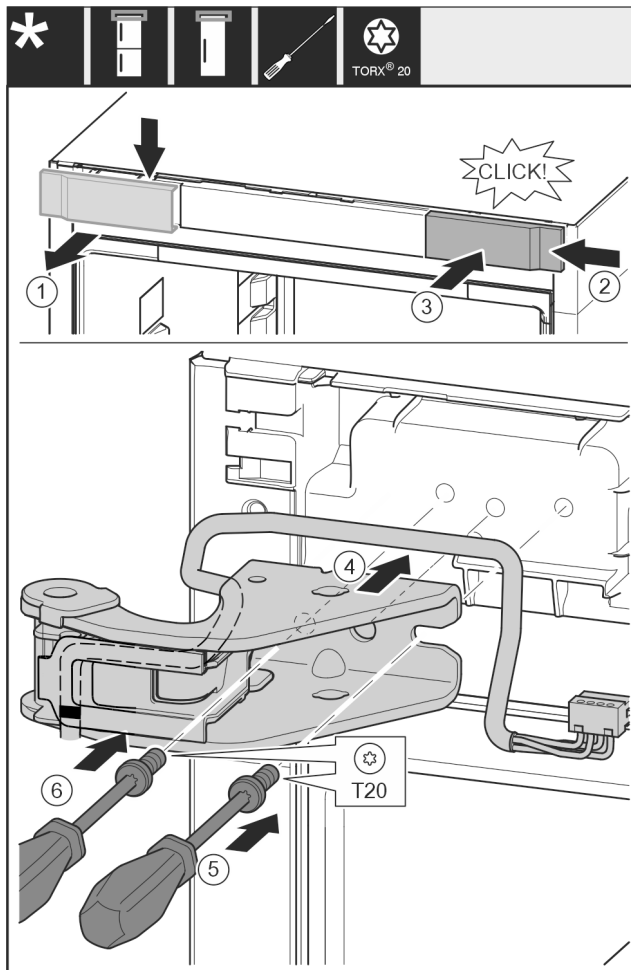

Fig. 32
- Abdeckung von oben nach vorne abnehmen. Fig. 32 (1)
- Abdeckung um 180° gedreht auf der anderen Seite von rechts einhängen. Fig. 32 (2)
- Abdeckung einrasten. Fig. 32 (3)
- Oberen Lagerbock ansetzen. Fig. 32 (4)
- Schraube mit Schraubendreher T20 ansetzen und festdrehen. Fig. 32 (5)
- Schraube mit Schraubendreher T20 einsetzen und festdrehen. Fig. 32 (6)